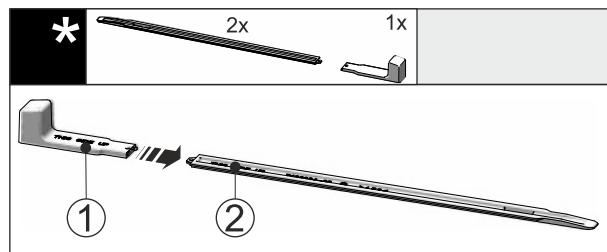

Fig. 43
- Вставте монтажну ручку Fig. 43 (1) на вирівнювальну рейку Fig. 43 (2).